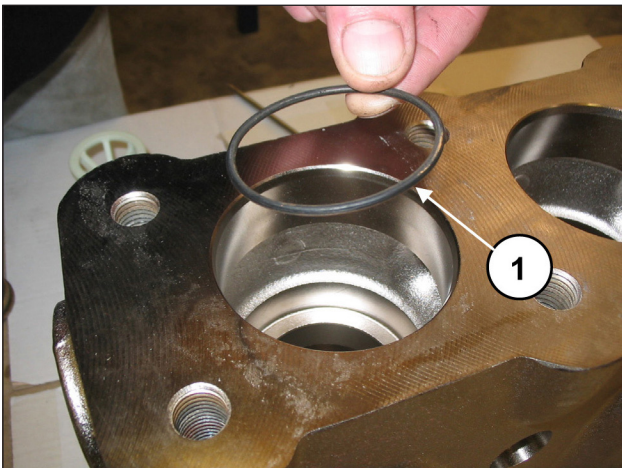

Abb. 112
Setzen Sie den O-Ring ein, Pos. 6 Explosionszeichnung (Pos. ①, Abb. 112).